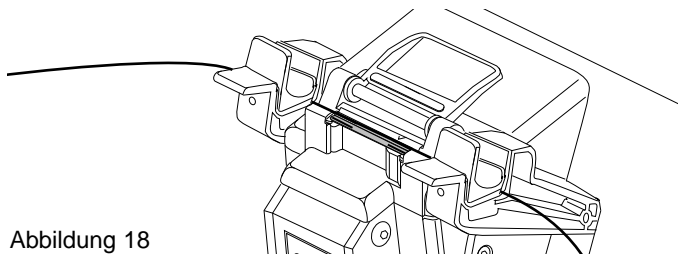

Abbildung 18
- b) Heben Sie die Transferarme zur Splice-Pak-Vorrichtung an. Die Transferarme zentrieren den Spleiß im Spleißschutz (siehe Abb. 18).